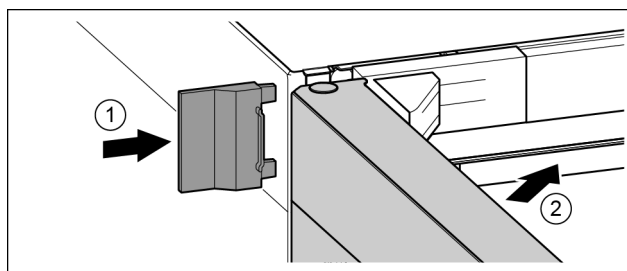

Fig. 25
- ▶ Montați capacul exterior. *Fig. 25 (1)*
- ▶ Închideți ușa superioară. *Fig. 25 (2)*